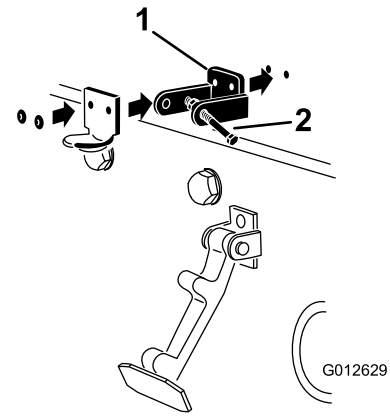

図 7
3. CE用ロックブラケットとフードラッチブラケットの取り付け穴をそろえて、フードの上に位置決めする。ロックブラケットをフードに当てて取り付ける(図7)。ロックブラケットアームからボルト&ナットアセンブリを外してしまわないこと。
5. ブラケットとワッシャをフードにリベットで固定する(図7)。